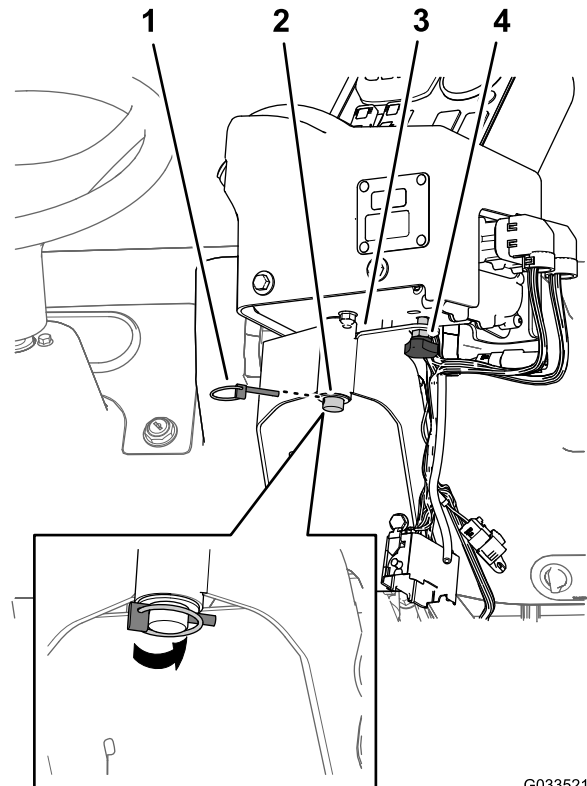

Figure 18
- Fixez la console de commande au support du boîtier de commande au moyen de la goupille de circlip (Figure 18).
- Montez et serrez la molette de serrage pour empêcher la console de tourner durant cette opération (Figure 18).